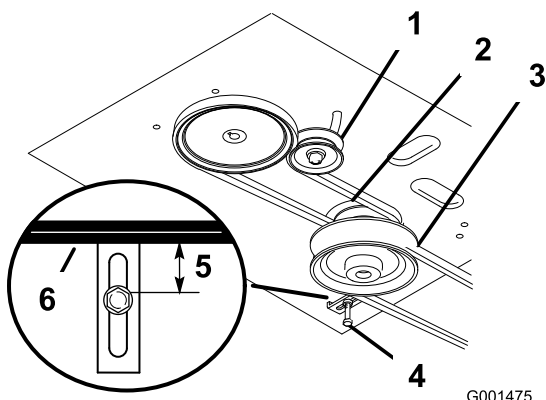

Figura 49
- Compruebe que la guía de la correa, situada debajo del bastidor del motor, está ajustada correctamente (Figura 49).
Nota: La distancia entre la guía de la correa y la correa del cortacésped debe ser de 19 mm (3/4 pulgada) cuando la correa del cortacésped está engranada (Figura 49). Ajuste la correa del cortacésped si es necesario. La correa no debe rozar ni salirse de la polea si las guías y la tensión de la correa están correctamente ajustadas.